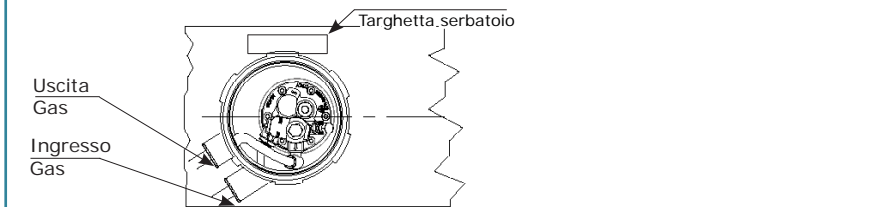

Fig. 6B
<p>Nella multivalvola MVF20 versione 90° in corrispondenza dell'uscita gas (2) è montato, di serie, un raccordo angolato a 90° per rendere più agevole il collegamento al relativo tubo (ved. fig. 1 e fig. 6B)</p> <p>Si raccomanda di non avvitare ulteriormente o svitare tale raccordo modificando la sua posizione originaria.</p>	 <p>Fig. 1</p>
<p>E' necessario, per il corretto funzionamento della versione della multivalvola a 90° sui serbatoi cilindrici, posizionare la stessa con l'uscita gas opposta alla targhetta (vedi fig. 6B)</p>